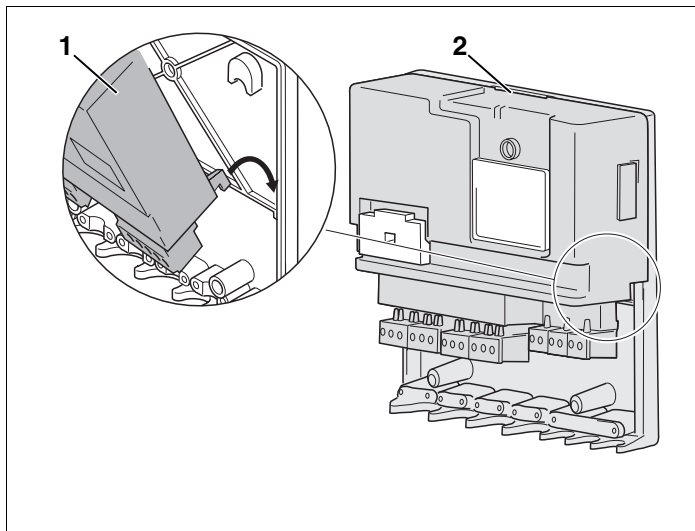

Fig. 10 Așezarea și fixarea mecanică a modului funcțional
- Așezați modulul funcțional (Fig. 10, **Poz. 1**) în suportul mural main întâi în partea de jos și blocați-l mecanic de la închizător (Fig. 10, **Poz. 2**).